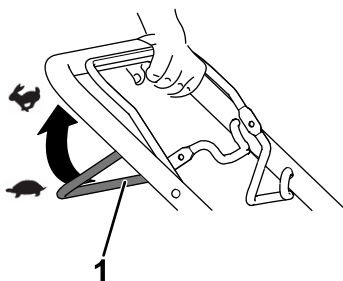

Figuur 11
1. Houd de bedieningsstang van het maaimes tegen de handgreep (A in Figuur 11).
2. Trek aan de handgreep van het startkoord (B van Figuur 11)